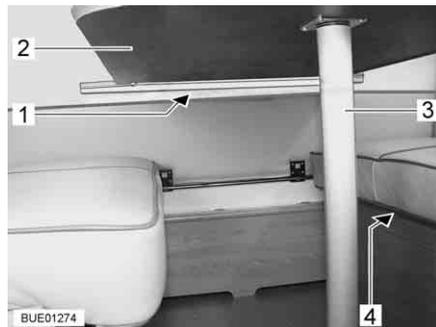
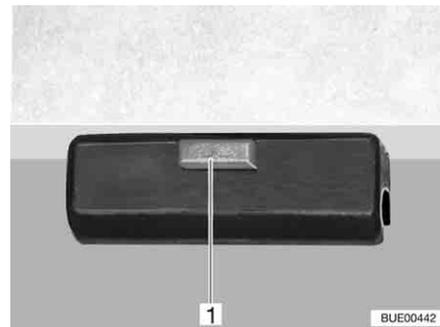

Fig. 78 Mesa colgante con pata de mesa cambiabile
Fig. 79 Bloqueo
- Levantar ligeramente por delante el tablero de la mesa (Fig. 78,2).
- Desatornillar la pata de la mesa (Fig. 78,3) y dejarla a un lado.
- En el bloqueo (Fig. 78,1) pulsar el botón de desbloqueo (Fig. 79,1).
- Colocar el tablero de mesa en los alojamientos (Fig. 78,4) de los bancos de asiento.